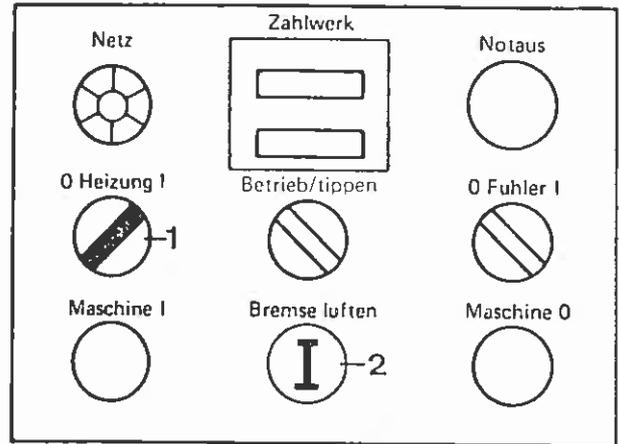

Bild 90
2. Bei Maschinen mit beheiztem Preßstempel Heizung einschalten (Bild 90/1).
3. Taster „Bremselüften“ am Bedienpult betätigen (Bild 90/2) und Maschine am Handrad einige Takte durchdrehen. Dabei Bewegungsabläufe kontrollieren.